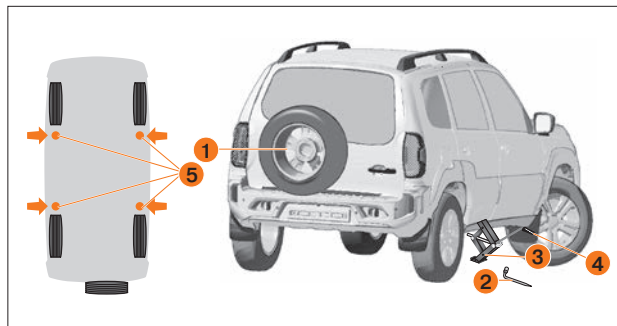

Рис. 83. Подъем автомобиля при замене колёс
2. Достаньте, отсоединив ремень крепления, домкрат **3** (рис. 83) и колёсный ключ **2**, которые расположены в багажнике с правой стороны.